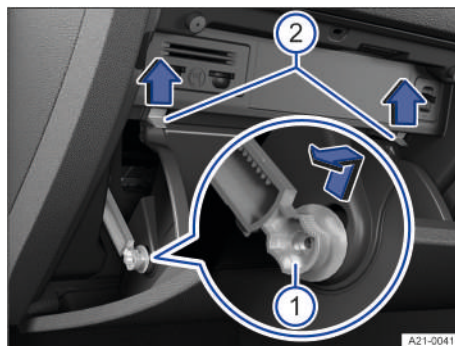

Fig. 234 En el lado del acompañante: tapa de la caja de fusibles del tablero de instrumentos (vehículos con el volante a la derecha).
2. Desplace el elemento de frenado en el sentido de la flecha en el orificio del soporte y extráigalo lateralmente → fig. 234 ①.
3. Presione los pivotes tope → fig. 234 ② hacia arriba, en el sentido de las flechas y, al mismo tiempo, abra aún más la guantera.
2. Introduzca el elemento de frenado en el orificio del soporte y desplácelo en el sentido contrario al de la flecha → fig. 234 ① hasta que oiga que ha encastrado.
3. Presione la guantera con cuidado hacia delante, superando la resistencia que oponen los pivotes tope → fig. 234 ②. <